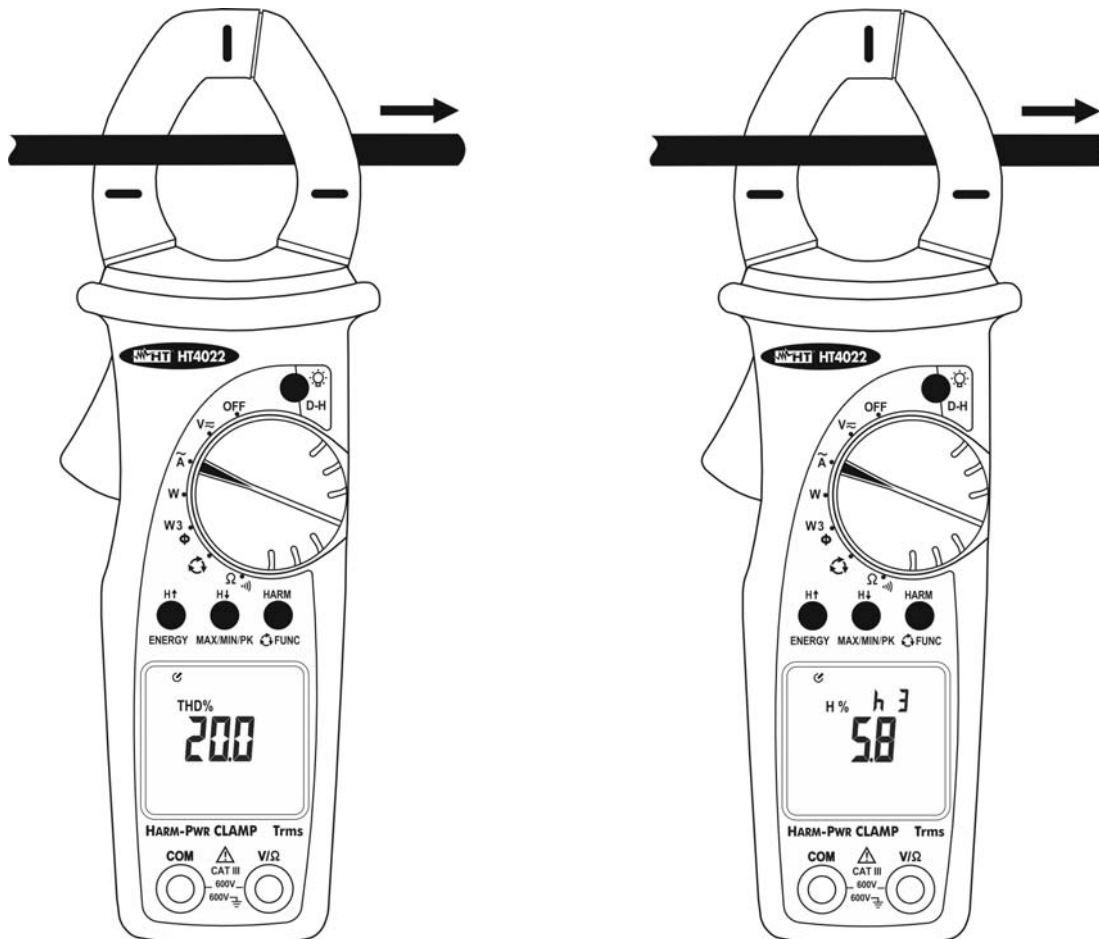

Abb. 10: Oberwellenermittlung des Stromes
3. Öffnen Sie die Zangenbacken und umschließen Sie damit einen einzelnen Leiter. Achten Sie dabei auf die Ausrichtungsmarkierungen auf den Zangenbacken. (siehe § 4.1.2 und Abb. 10). Die Gesamtverzerrung wird auf dem Display angezeigt (Symbol “**THD%**” wird auf dem Display angezeigt)